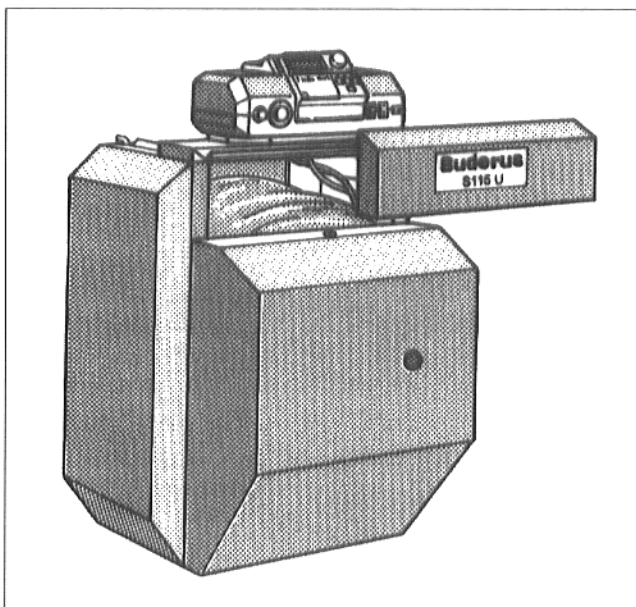

Fig. 27
- Accrocher le rebord de la face avant dans la jaquette avant de la chaudière (Fig. 27).
Pour les versions " Unit ", retirer et nettoyer le silencieux de la chambre de combustion. Puis introduire le silencieux par son diamètre le plus petit dans la buse des fumées, côté extérieur de la chambre de combustion (Fig. 27).